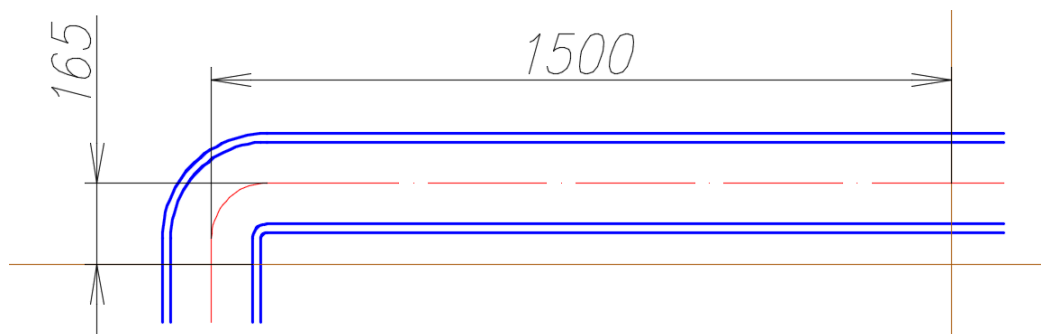

Рис. 117. Построение стенок патрубка для поступления воды
7.4. Задать толщину стенок с помощью команды **Смещение**, скопировать крайние линии вовнутрь на расстояние 12 мм (см. рис. 117).